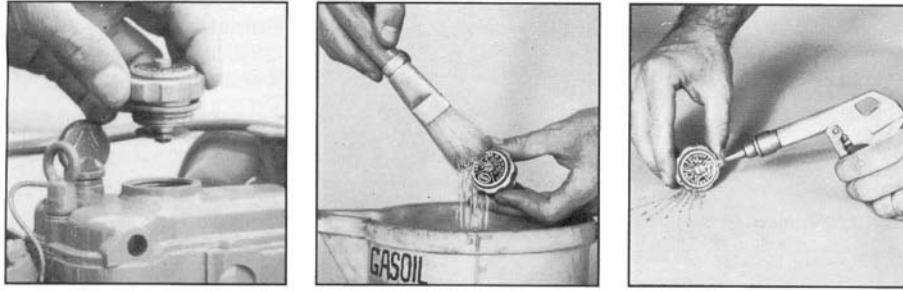

Рис. 18
9.2.1. Обслуживание крышки-суфлера (рис. 18):